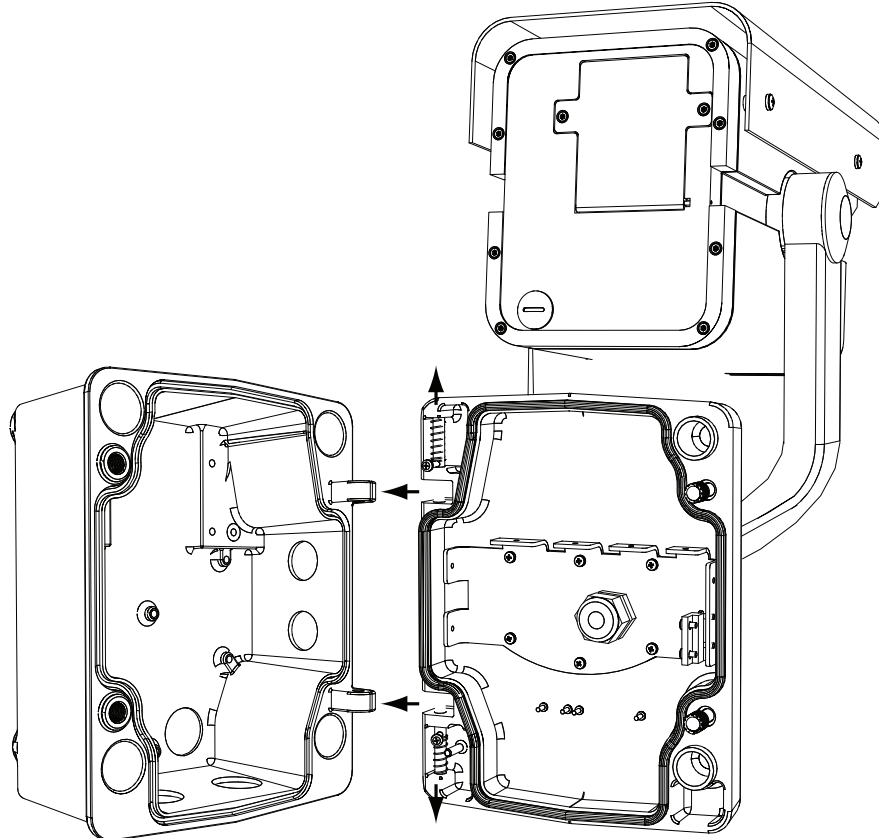

Figura 4.2 Alineación de la bisagra de la caja de la cámara
3. Recorte los cables dejando la suficiente longitud para que alcancen los terminales del conector, pero de forma que no queden pillados. Consulte la *Figura 4.2, Página 16* para saber dónde se encuentran los conectores.
3. Mientras sujeta el pasador de bisagra superior, abra y alinee las bisagras inferior y superior del brazo de la cámara con los puntos correspondientes de la caja de conexión. Consulte la *Figura 4.2* (arriba) para ver una ilustración.